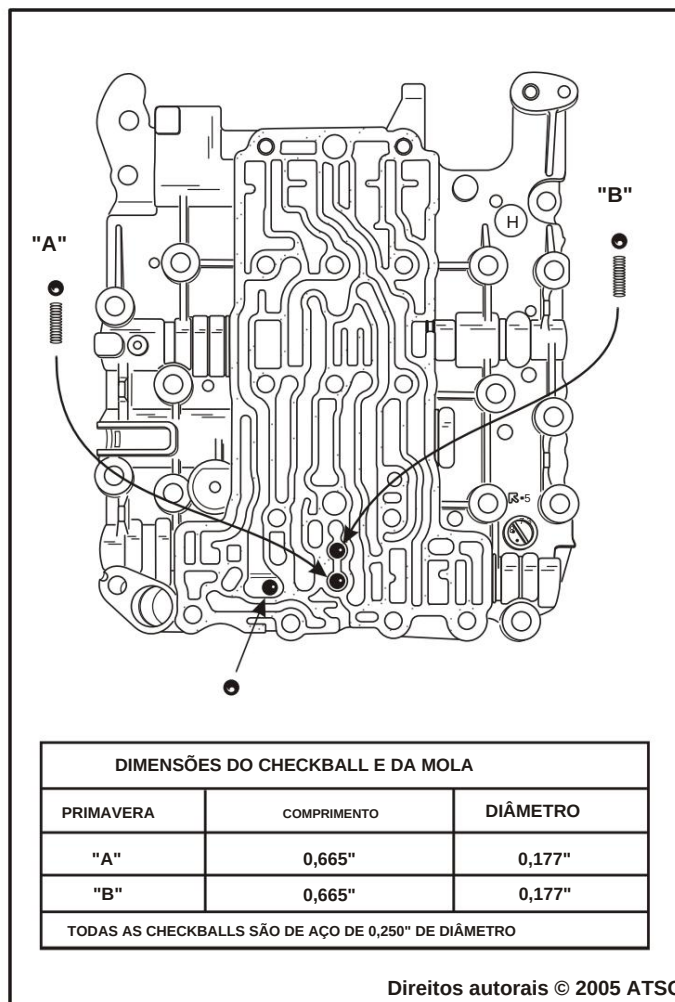

Figura 148
25. Vire o corpo da válvula com a placa espaçadora voltada para baixo, conforme mostrado na Figura 148.
26. Instale a esfera de retenção "A" e a mola com a mola entrando primeiro, conforme mostrado na Figura 148.
27. Instale a esfera de retenção "B" e a mola com a mola entrando primeiro, conforme mostrado na Figura 148.
28. Instale a última esfera de retenção na banheira, conforme mostrado na Figura 148.
Nota: As dimensões da mola e da esfera de retenção são mostrado na Figura 148.